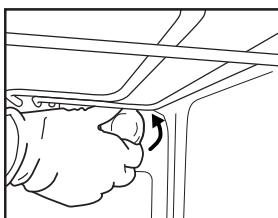

Fig.6
2. Dévissez le cache de l'ampoule (Fig. 6), remplacez l'ampoule (voir Remarque pour en connaître le type), puis revissez le cache.